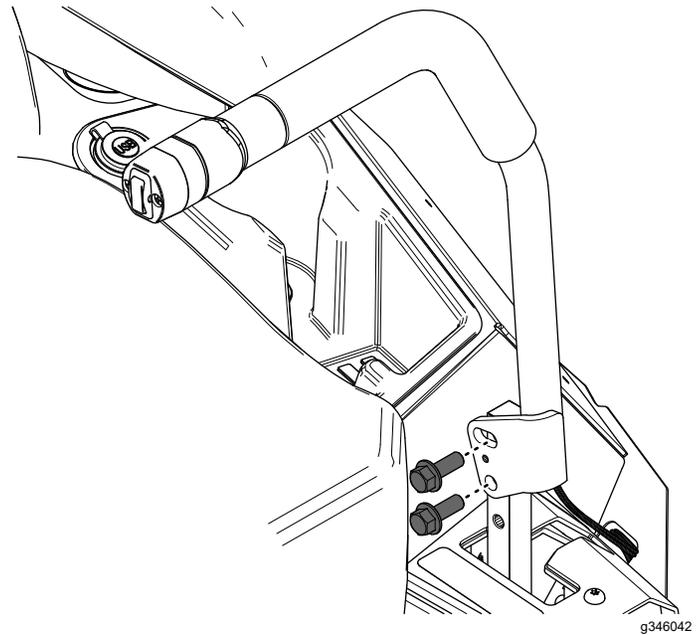

Figura 7
1. Sujete la palanca de control de movimiento izquierda nueva usando los 2 pernos con arandela prensada ($\frac{3}{8}$ " x 1") que retiró anteriormente, como se muestra en la Figura 7.